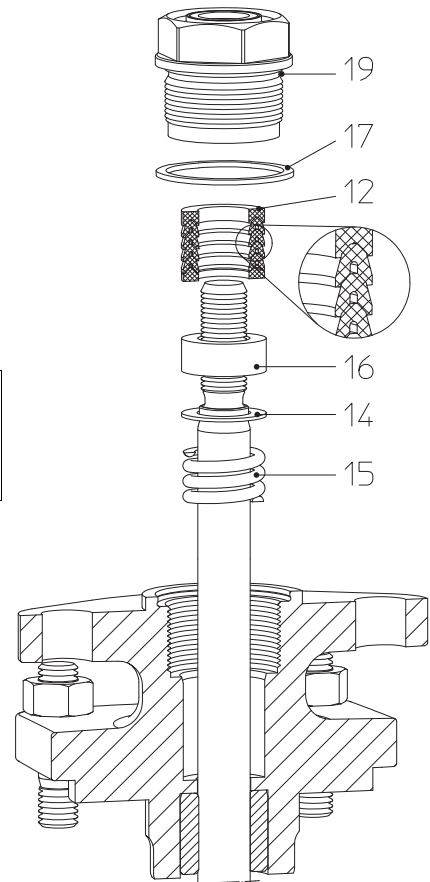
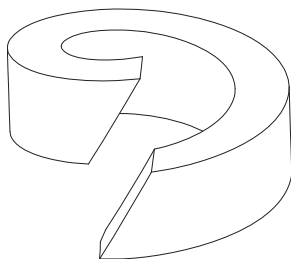

Fig. 18::
Fig. 21: Delt pakring
- Ved udskiftning af manchetterne (pos. 12) skal man overholde den rigtige rækkefølge og de enkelte deles indbygningsposition (se Fig. 18).
- Ny pakning (pos. 17) skal monteres.
- Indsæt en ny pakring (pos. 23) indbygningen foretages som vist på Fig. 18 - Fig. 21.
Der benyttes en delt pakring, ved tilskæringen skal man sørge for et skråt skæreforløb som vist på Fig. 21.